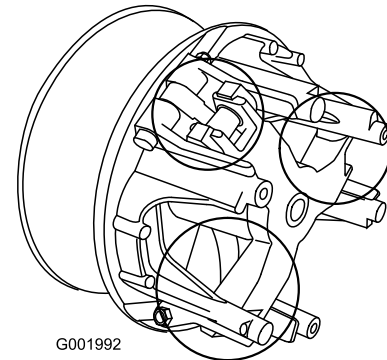

図 58
5. 図 58 でで○で囲んで表示している部分の可動部に Toro ドライ潤滑剤 (Toro 代理店で購入可能) をスプレーする。